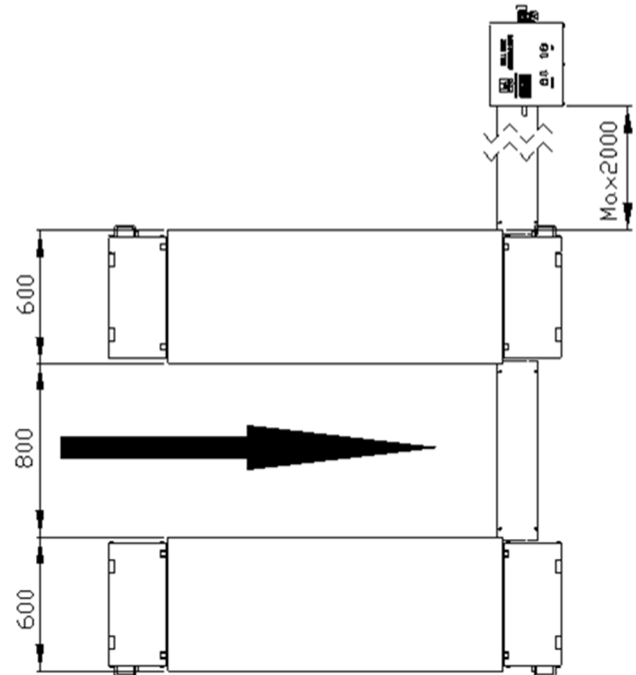

Abb. 3
1. Platzieren Sie folgend den Aufzug wie in Abb. 3 abgebildet. Setzen Sie die Fahrtrichtung des Aufzuges voraus und markieren Sie mit der Kreide ein Raster für die Grundposition.